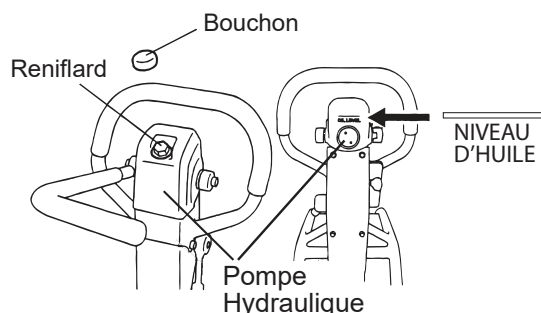

Figure 29. Retirer le bouchon de reniflard
1. Placer le guidon en position verticale et retirer le bouchon de la pompe hydraulique (figure 29).
8. Verser l'huile hydraulique (550 cc) dans l'orifice laissé par le retrait du bouchon d'évent (figure 29).